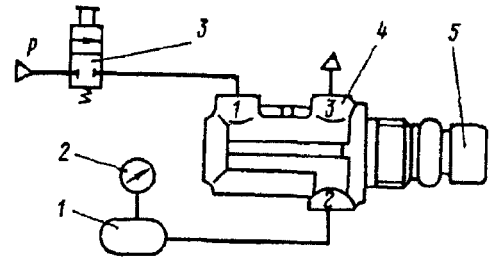

Рис. 332. Схема подключения крана аварийного растормаживания:
1. Подключите прибор 4 по схеме, изображенной на рис. 332.